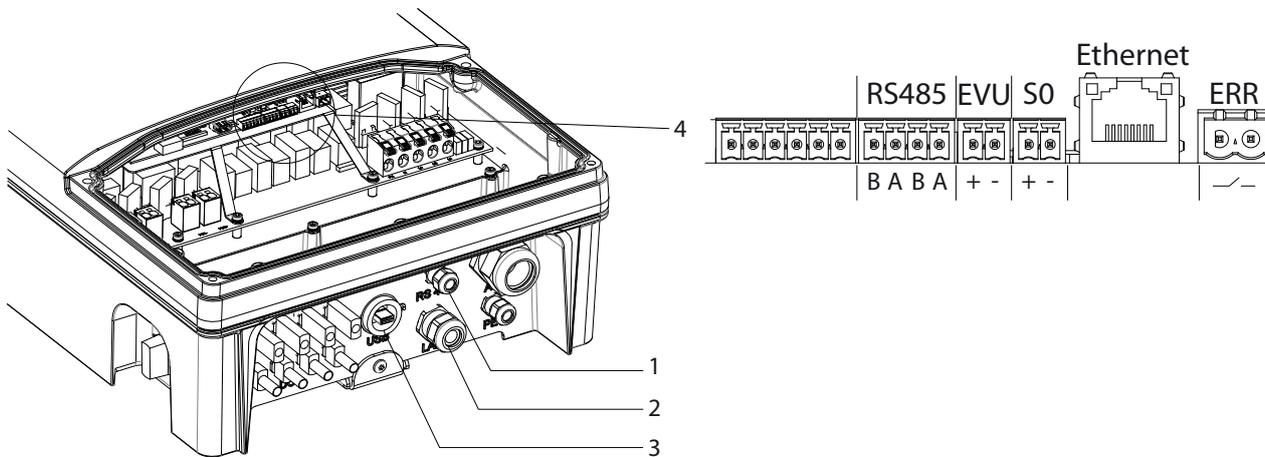

Figura 14: vano collegamenti - allacciamento e occupazione dei contatti delle interfacce
Tutte le interfacce sono alloggiato sul circuito stampato dei collegamenti che si trova dietro il coperchio del vano collegamenti. Utilizzare i pressacavi e i connettori preposti allo scopo (vedi Figura 14 a pagina 26).
- LI2YCYv (TP) nero per posa all'esterno e interrata 2 x 2 x 0,5
- LI2YCY (TP) grigio per posa in ambienti sia asciutti che umidi 2 x 2 x 0,5
1. Allentare il pressacavi (vedi Figura 14 a pagina 26).
3. Collegare il cavo al corrispondente morsetto (vedi Figura 14 a pagina 26).
1. Allentare il cappuccio del pressacavi e rimuoverlo (vedi Figura 14 a pagina 26).
5. Collegare il cavo all'interfaccia Ethernet (vedi Figura 14 a pagina 26).